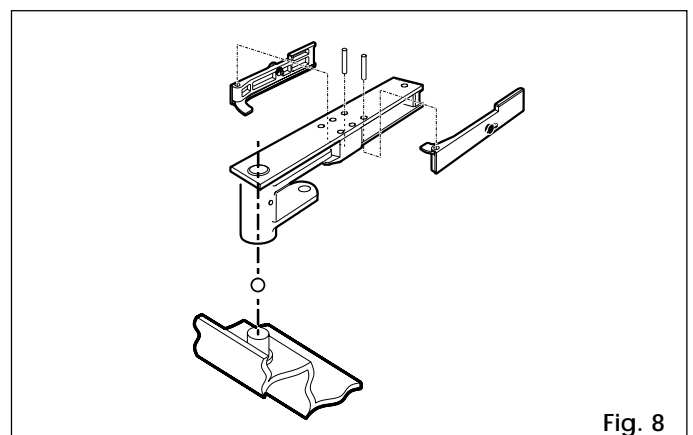

Fig. 8
- 1) Fixer les leviers de déblocage à la patte de support du portail et la monter sur l'axe du caisson portant sans oublier d'engager la bille fournie (fig. 8).